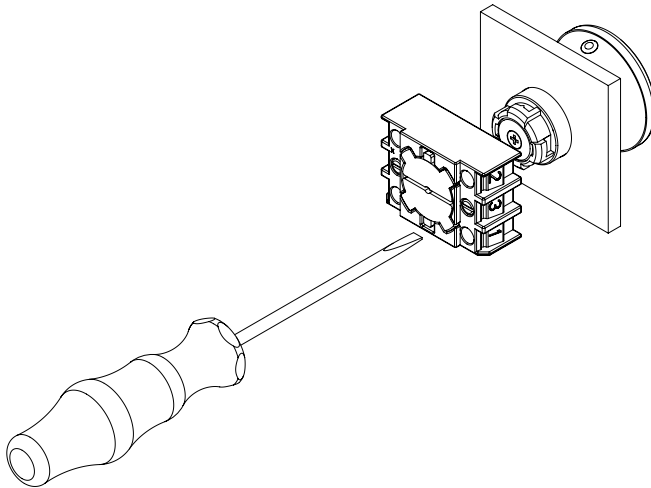

Abb. 10
2. Die Demontage des Montageflansches erfolgt durch Lösen der Schrauben am Montageflansch. Anschließend den Montageflansch ca. 45° gegen den Uhrzeigersinn drehen und abnehmen (siehe Abb. 10).